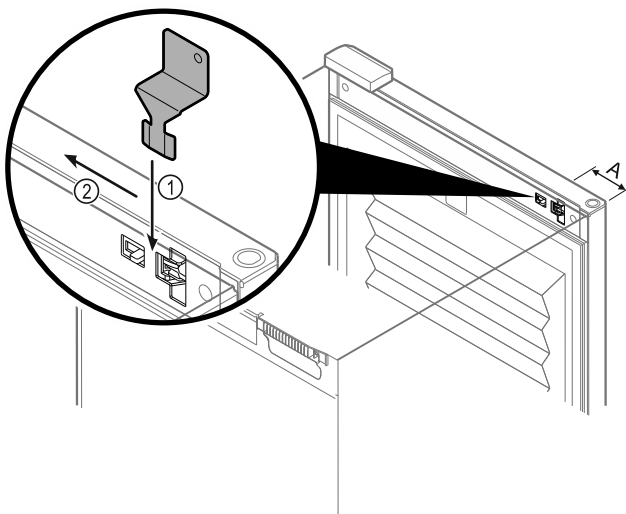

Fig. 133
- ▶ Laikykite avarinio atrakinimo raktą nurodytoje vietoje Fig. 133 (A) ~ 100mm.
- ▶ Įkiškite avarinio atrakinimo raktą tarp durų ir prietaiso korpuso iš viršaus iki galo Fig. 133 (1).
- ▶ Patraukite avarinio atrakinimo raktą lankstų pusės kryptimi Fig. 133 (2).